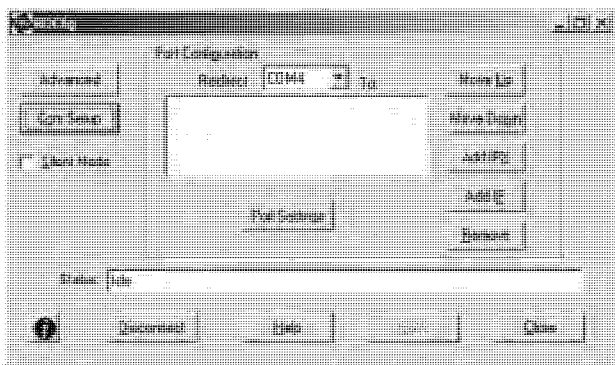

Рис. 26. Окно настройки программы «Com Port Redirector»
5. Нажав кнопку *Start* («Пуск») на панели задач Windows, подведите курсор мыши к пункту *Programs* («программы»), затем к *Lantronix Redirector*, и щелкните по пункту *Configuration* («конфигурация»). Откроется окно настройки программы «Com Port Redirector» (рис. 26).
7. Щелчком мыши пометьте все логические порты, на которые следует выполнять перенаправление. Каждый отмеченный порт появится в выпадающем списке *Redirect To* («перенаправлять на») в окне конфигурации программы «Com Port Redirector» (рис. 26).
1. Нажав кнопку *Start* («Пуск») на панели задач Windows, подведите курсор мыши к пункту *Programs* («программы»), затем к *Lantronix Redirector*, и щелкните по значку *Configuration* («конфигурация»). Откроется окно настройки программы «Com Port Redirector» (рис. 26).
10. Щелкните по кнопке *Save* («сохранить», рис. 26).
11. Щелкните по кнопке *Close* («закреть», рис. 26).